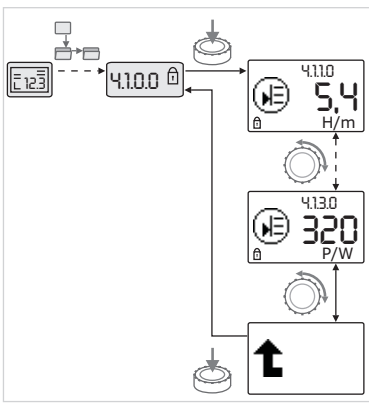

Рис. 42: Вызов информации
- Вращая кнопку управления, можно управлять элементами типа «Информация» текущего подменю (см. рис. 42). Пояснения настроек, обозначенных символами, см. в таблице в главе 8.7 «Указатель элементов меню» на стр. 223.